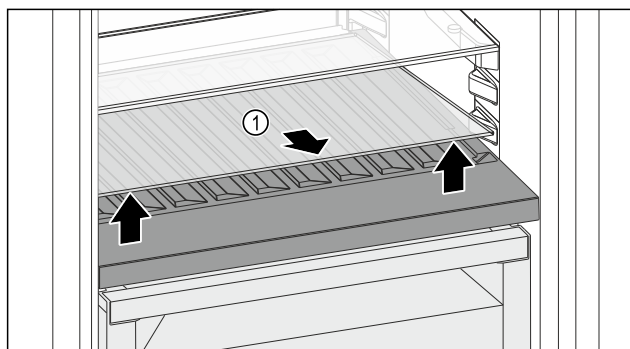

Fig. 97
- Podnieść płytę szklaną Fig. 97 (1) z przodu przy zagłębieniu i wyciągnąć.
- Przechować płytę szklaną Fig. 97 (1) w bezpiecznym miejscu poza urządzeniem.